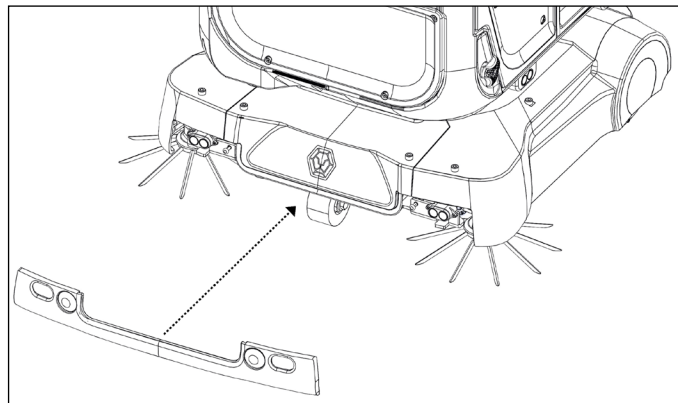

Figure 11
4. Remettez le couvercle en place (Fig. 11).